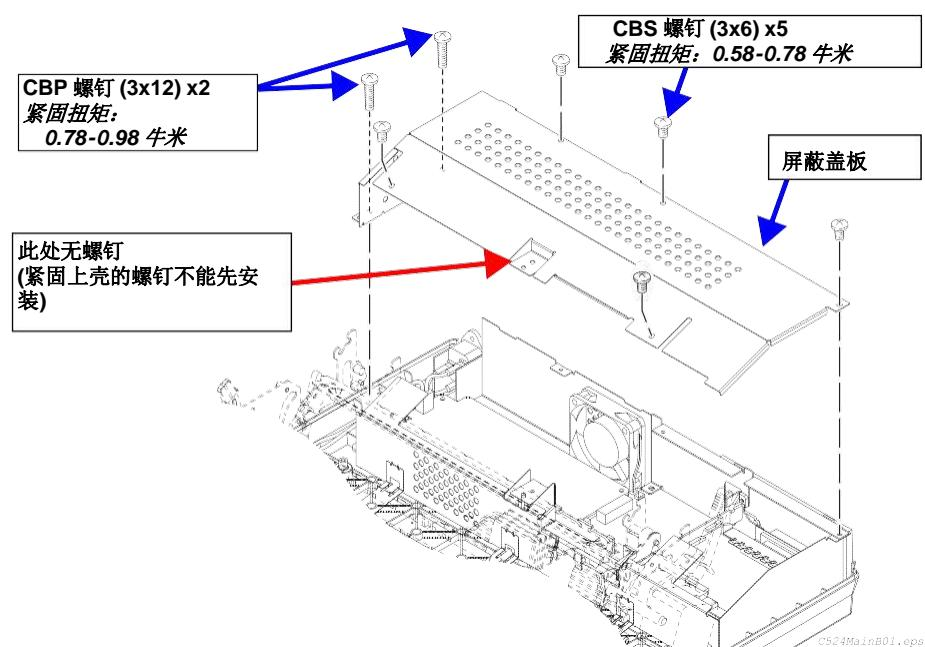

图 4-8. C558 MAIN 主板的拆卸 1
3. 把用于将屏蔽盖板固定在机架和底壳上的 5 个 CBS(M3x6)螺钉以及 2 个 CBP(M3x12)螺钉拆下来, 然后拆下屏蔽盖板。 (参见图 4-8)
3. 拆卸屏蔽盖板。(参见图4-8)